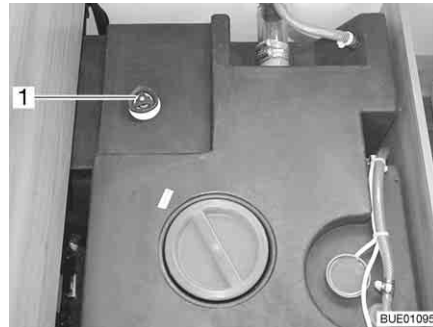

Fig. 179 Serbatoio dell'acqua con maniglia girevole
- Sul serbatoio dell'acqua, ruotare la maniglia girevole (Fig. 179,1) in senso orario fino all'arresto.
- Sul serbatoio dell'acqua, ruotare la maniglia girevole (Fig. 179,1) in senso antiorario fino all'arresto. L'acqua fuoriesce fino a 60 litri.